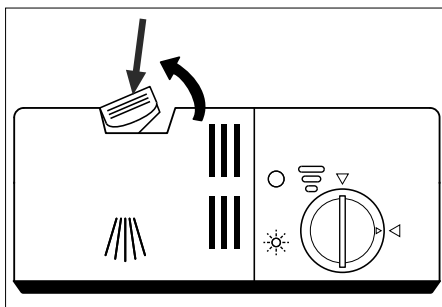

Fig. 12
- ▶ Si le couvercle du réservoir de produit de lavage (3/4) est fermé, faites glisser le levier de déverrouillage vers l'arrière (voir **fig. 12**). Le couvercle (7) s'ouvre.